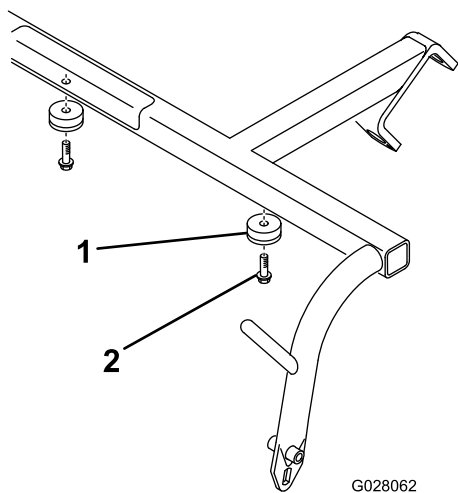

図 3
2. 各プルアームのクロス部材の下側に、くぼみ付きバンパーを2個ずつ取り付けるワッシャヘッド付きタップねじ2本を使用する 図3。
- A. 各芝削り防止ローラのシャフトの外側端部をキャリアフレームに固定しているねじまたはナットがついている場合は、それを外す 図3を参照。